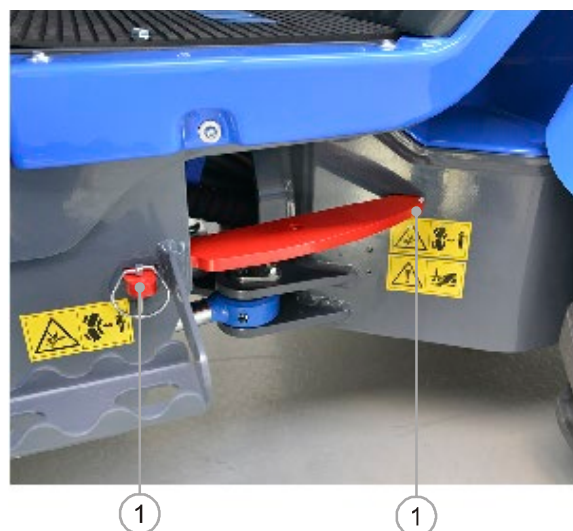

РИС. 23
- 4) Вставьте скобу (РИС. 23– Сс. 1) в две прорези, расположенные на левой стороне машины рядом с центральным шарниром рулевого управления и закрепите его заглушкой.